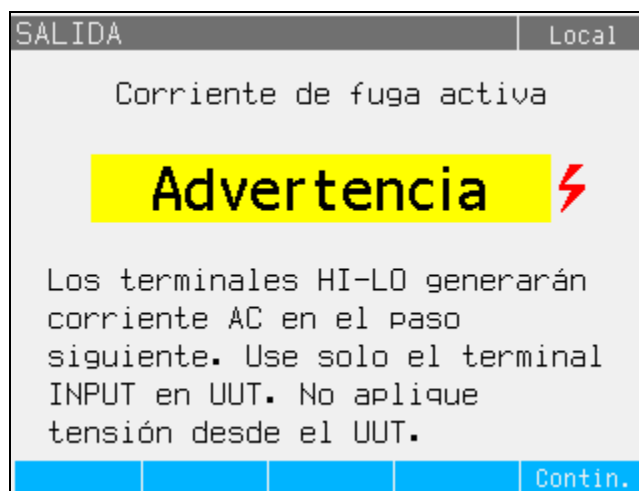

Figura 10. Mensaje de advertencia Corriente de fuga activa
A diferencia de los modos de corriente de fuga pasivo, de sustitución y diferencial para los que el Producto actúa como década de resistencia, el Producto actúa como una fuente de corriente para el DUT en el modo de corriente activa. La fuente de corriente puede tener una tensión máxima de entre 50 V y 100 V. Por lo tanto, como recordatorio para el usuario de que los terminales de salida tendrán tensión durante la calibración, se muestra el mensaje que aparece en la figura 10 cuando se seleccione el modo de corriente de fuga activa.
3. Utilice las teclas del cursor o el mando giratorio para resaltar la selección **Activa**, y pulse la tecla programable **Seleccionar** o pulse el mando giratorio. Aparece el mensaje de advertencia de la figura 10.